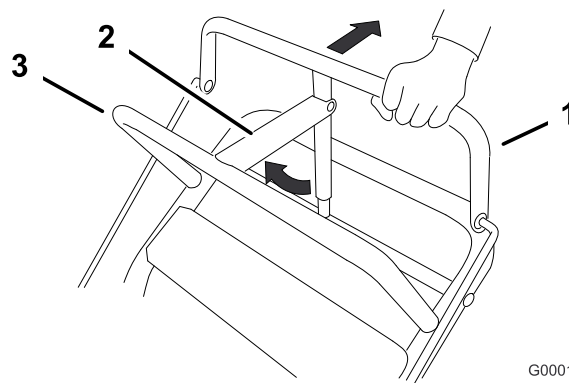

Figura 7
1. Tirate indietro la barra di comando superiore (Figura 7) e mantenetela in questa posizione.
2. Sollevate la leva di bloccaggio del freno di stazionamento (Figura 7) e rilasciate gradualmente la barra di comando superiore. La leva di bloccaggio del freno dovrebbe rimanere nella posizione innestata (bloccata).